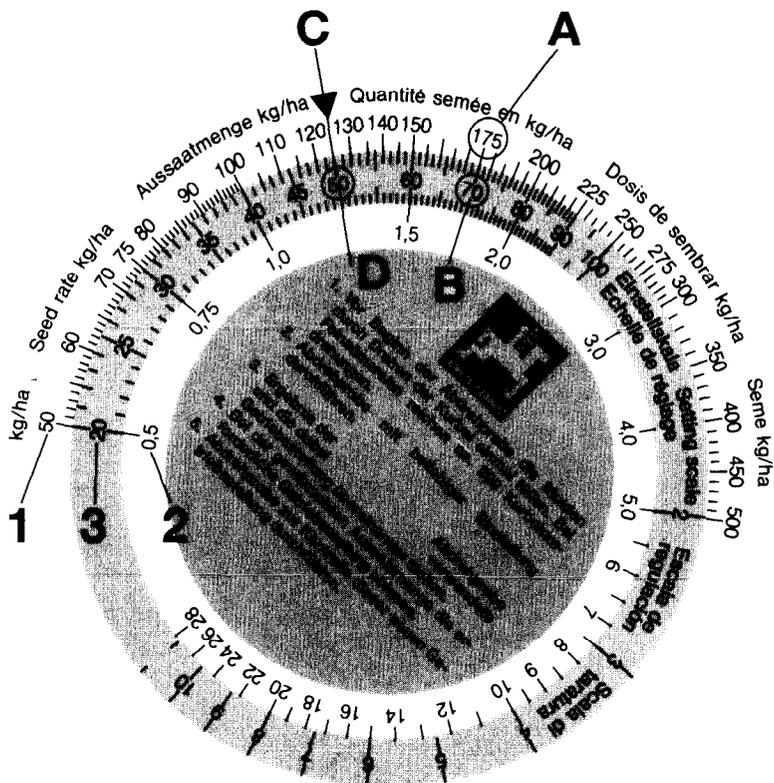

Fig. 3
Die **erste** Abdrehprobe ergibt in der Regel noch nicht die gewünschte Aussaatmenge. Mit den Werten der **ersten** Abdrehprobe kann jedoch die richtige Getriebeeinstell-Nummer leicht mit Hilfe der beiliegenden *Rechenscheibe* (Fig. 3) ermittelt werden. Die *Rechenscheibe* besteht aus drei Skalen. Eine äußere weiße Skala (Fig. 3/1) für alle Aussaatmengen über 30 kg/ha und eine innere weiße Skala (Fig. 3/2) für alle Aussaatmengen unter 30 kg/ha. Auf der mittleren farbigen Skala (Fig. 3/3) sind die Getriebeeinstell-Nummern von 1 bis 100 angegeben.
- Die Aussaatmenge 175 kg/ha (Fig. 3/A) und die Getriebeeinstell- Nummer „70“ (Fig. 3/B) auf der Rechenscheibe übereinander stellen.
- Lesen Sie nun auf der Rechenscheibe die Getriebeeinstell-Nummer für die gewünschte Aussaatmenge von 125 kg/ha (Fig. 3/C) ab.
In unserem Beispiel ist das die Getriebeeinstell-Nummer „50“ (Fig. 3/D).